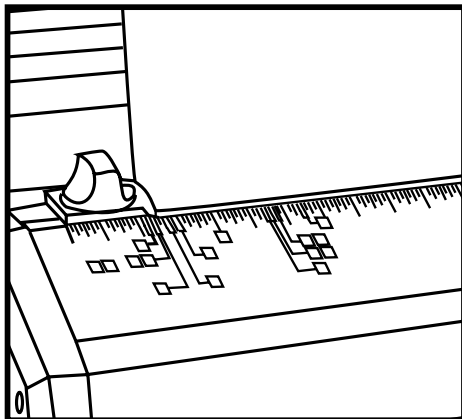

Figure 5
<p>Punch Activation: Your MP2500iX can be activated using either the Foot Pedal or the Palm Switch.</p> <p>Step 1: Turn the machine on by pushing the ON/Off (I/O) Switch at the back of the machine to ON (I).</p> <p>Step 2: Insert the stack of sheets to be punched completely into the Punch Throat. Next, slide the stack of sheets to the left, so that the stack of sheets rests against the Edge Guide (see Figure 5).</p> <p>Step 3: Activate the punch cycle of the machine by either pressing the Palm Switch or depressing the Foot Pedal.</p> <p>Step 4: Remove the stack of paper and proceed to punch subsequent stacks to complete the document to be bound.</p>	<p>Azionamento perforazione: La perforatrice MP2500iX può essere azionata sia tramite il comando a pedale sia tramite l'interruttore a mano.</p> <p>Fase 1: Per azionare la macchina, portare l'interruttore ON/Off (I/O) sul retro della macchina su ON (I).</p> <p>Fase 2: Inserire completamente la carta da perforare nel supporto per la perforazione. Far scorrere i fogli verso sinistra in modo che si appoggino contro la guida per i bordi (vedere Figura 5).</p> <p>Fase 3: Avviare il ciclo di perforazione della macchina premendo l'interruttore a mano o il comando a pedale.</p> <p>Fase 4: Togliere la carta e procedere con la perforazione dei blocchi successivi per completare il documento da rilegare.</p>